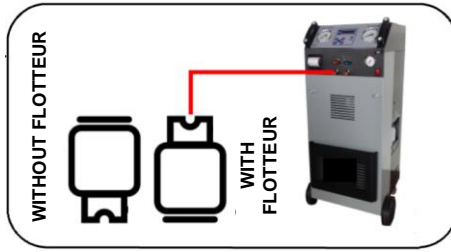

Figure 3
- Connecter l'extérieur de la bouteille de gaz à la station par l'intermédiaire du tuyau à haute pression (**ROUGE**), en tenant compte de la présence ou de l'absence du flotteur afin d'établir l'orientation de la bouteille elle-même (comme représenté sur la figure 3).